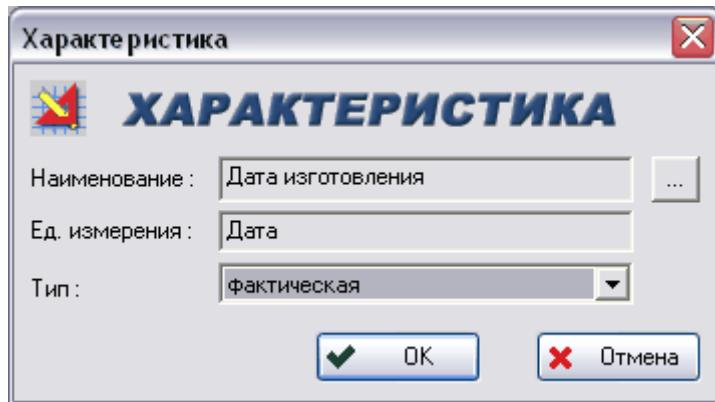

Рис. 86
2. После этого появится окно **Характеристика** (Рис. 86).
Для изменения свойств характеристики выделите ее и нажмите на кнопку  . После этого появится окно **Характеристика**, в котором можно изменить необходимые параметры (Рис. 86).